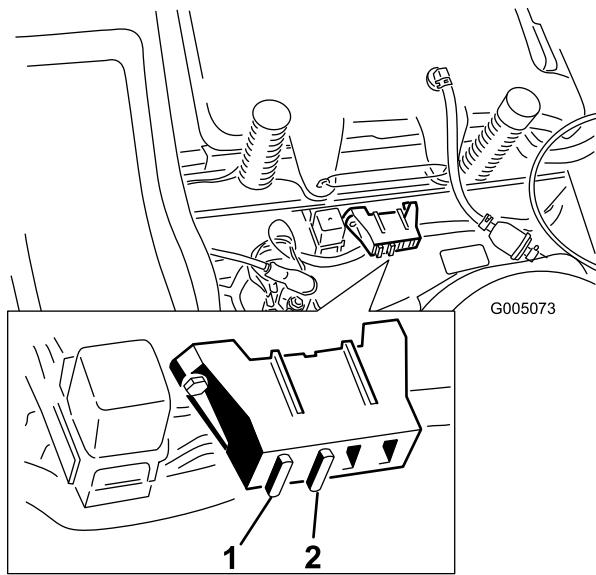

Figura 31
1. Levante el asiento para tener acceso al portafusibles (Figura 31).
2. Para cambiar un fusible, tire del fusible para retirarlo (Figura 31).